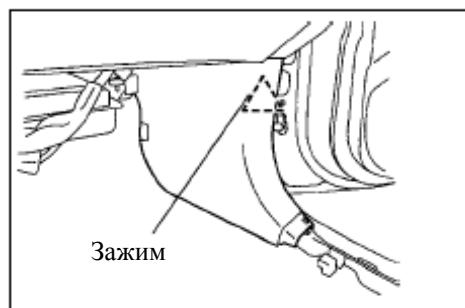

Рис. 557
**5. Демонтируйте отделку правой передней стойки(рис. 557)**